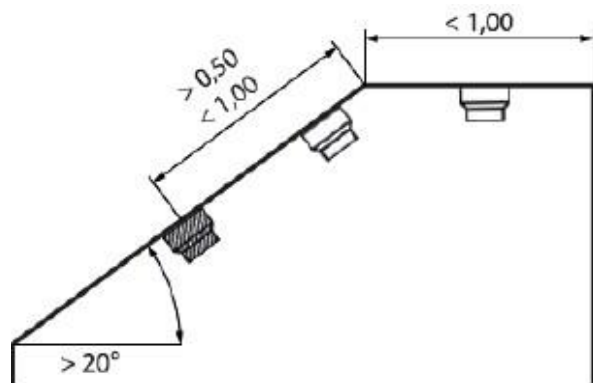

Fig. 6 Soffitto orizzontale, largo meno di 1 m
- Per le stanze con una pendenza parziale del tetto, se il soffitto orizzontale ha una larghezza inferiore a 1 m, montare il rilevatore come mostrato in Fig. 6. Se il soffitto orizzontale è più largo di 1 m, montare il rilevatore al centro.